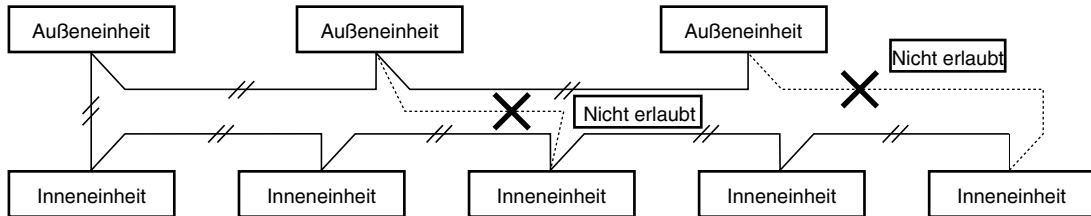

Abb. 5-1
- (2) Die Einheiten-Steuerverbindungsverkabelung darf nicht so angeschlossen werden, dass eine Schleife gebildet wird. (Abb. 5-1)